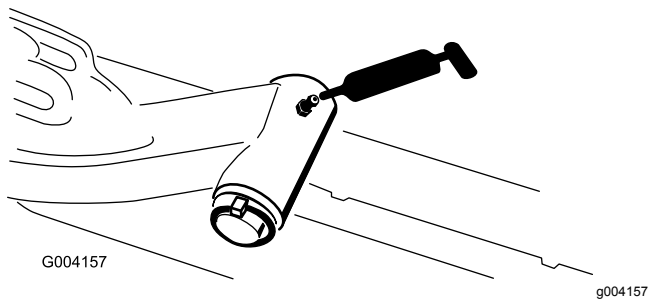

Figura 47
- Veio da articulação do braço de elevação (1 cada) (Figura 47)